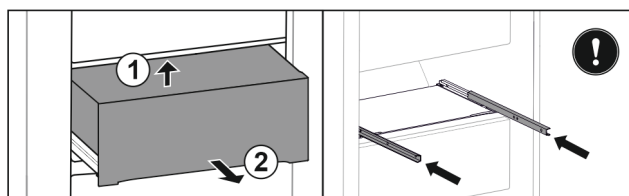

Fig. 159
- ▶ Unieść szufladę z tyłu od dołu. Fig. 159 (1)
- ▶ Wyjąć szufladę do przodu. Fig. 159 (2)